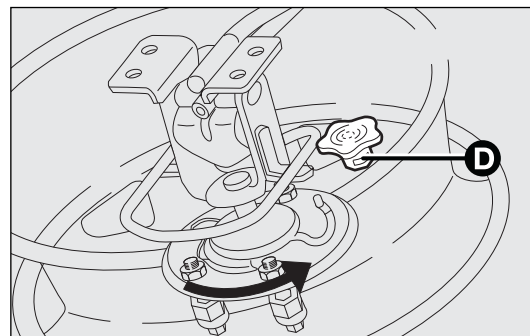

fig. 175
- ☐ enganchar la rueda al soporte girándola hasta el final (como se ilustra en la fig. 175) y apretar el pomo D;